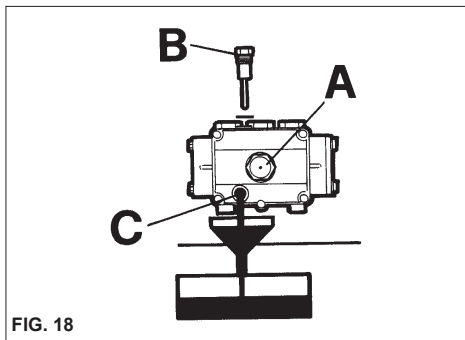

FIG. 18
- 2 - Desenroscar el tapón con la varilla de control del nivel (fig. 18).